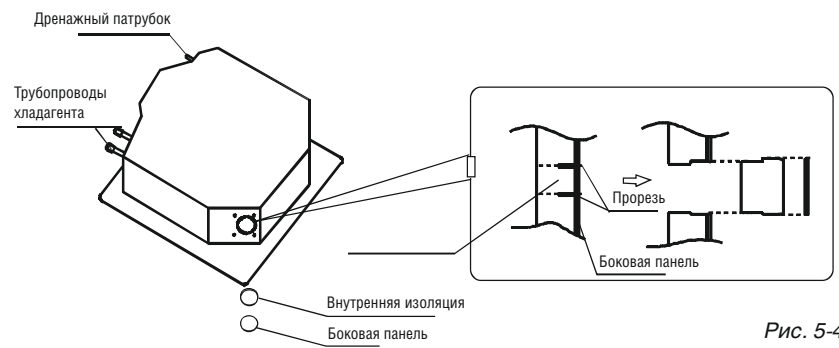

Рис. 5-4
- С помощью ножа вырежьте часть внутренней изоляции в отверстии. (См. рис.5-4)